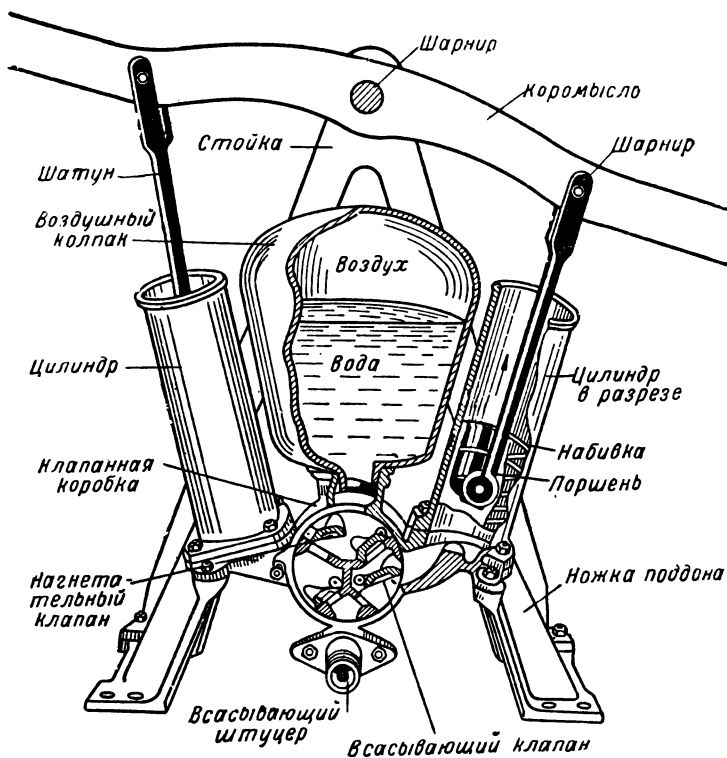

Рис. 22. Двухцилиндровый ручной насос.
**Двухцилиндровый ручной насос** (рис. 22). Насос имеет следующие основные части: цилиндры с клапанной коробкой, всасывающим и выкидным отверстиями, воздушный колпак, коромысло, стойки. Все части насоса монтируются на деревянных салазках.